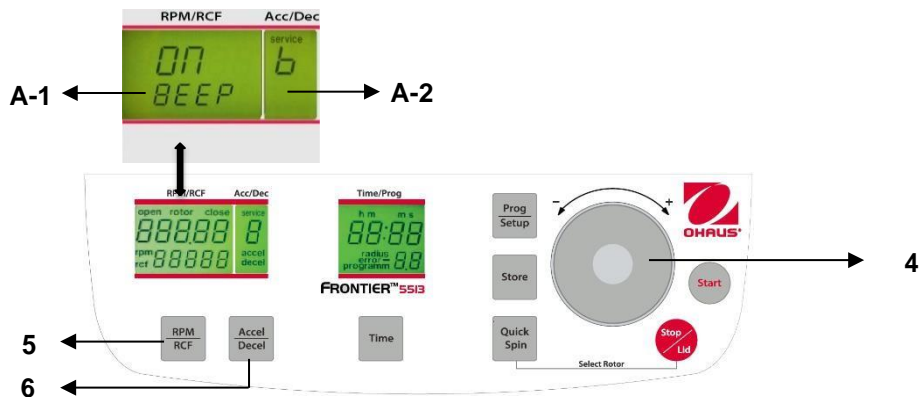

Figura. 31
Procedere come descritto al punto 4.1.2 per inserire questa modalità programma e poi premere il tasto **"Accel/Decel"** (6). Sul display **"Acc/Dec"** (A-2) lampeggia la parola **"Service"**. Selezionare adesso la lettera **"U"** con la quadrante di regolazione (4). Di conseguenza, sul display **"RPM/RCF"** (A-1), appaiono le parole **"Vol=0- 9/Sound"**. Dopo aver premuto il tasto **"RPM/RCF"** (5), è possibile regolare il volume desiderato fra 0 (basso) e 9 (alto) con la quadrante di regolazione (4) (Vedere figura 31).
Procedere come descritto al punto 4.1.2 per inserire questa modalità programma e poi premere il tasto **"Accel/Decel"** (6). Sul display **"Acc/Dec"** (A-2) lampeggia la parola **"Service"**. Selezionare adesso la lettera **"B"** con la quadrante di regolazione (4). Di conseguenza, sul display **"RPM/RCF"** (A-1), appare la parola **"ON/BEEP"**. Dopo aver premuto il tasto **"RPM/RCF"** (5), è possibile selezionare il suono tastiera con la quadrante di regolazione(4). (Vedere figura 31)